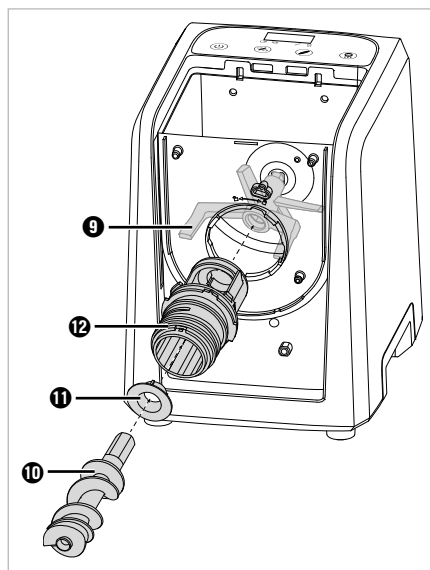
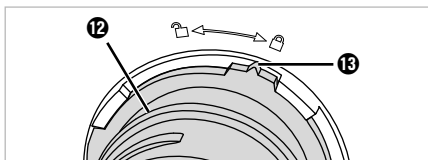

Fig. 3
Fig. 4
- 4) Skub lejet **11** ind i enden af holderen **12** på en sådan måde, at de tre tapper på lejet **11** glider ind i fordybningerne i holderen **12** (fig. 3).
- 5) Monter holderen **12** på dejbeholderen **15**. For at gøre det skal du skubbe holderen **12** med den smalle ende gennem den runde åbning i dejbeholderen **15** (**fig. 3**). Holderen **12** passer kun gennem åbningen i én position, hvor markeringen **13** peger mod **☒**-symbolet på dejbeholderen **15**. Stram holderen **12** i urets retning, indtil markeringen **13** på holderen **12** peger på **☒**-symbolet (**fig. 4**):
- 6) Skub derefter delakslen **10** med den smalle ende gennem holderen **12** og ind i dejkrogens holder **9** (**fig. 3**). Hvis det er nødvendigt, kan du række ned i dejbeholderen **15** ovenfra og vrikke lidt med dejkrogen **9**, indtil du kan skubbe dejakslens **10** ind.